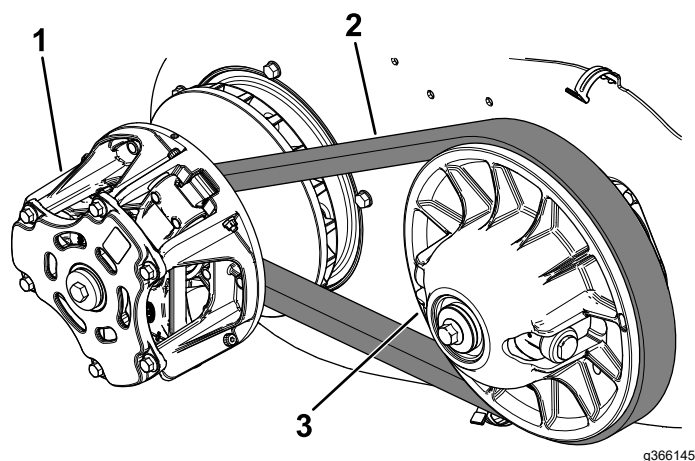

Figura 130
6. Haga girar la correa e inspecciónela (Figura 130) para asegurarse de que no está excesivamente desgastada o dañada.
7. Limpie los embragues a fondo con aire comprimido para eliminar cualquier residuo (Figura 130).
6. Tire hacia arriba de la parte superior de la correa para extender el embrague secundario, luego gire la correa y llévela sobre el embrague secundario (Figura 130).
7. Retire la correa del embrague primario (Figura 130).
8. Coloque la correa nueva sobre el embrague primario (Figura 130).
9. Haga girar la correa y llévela sobre el embrague secundario (Figura 130).